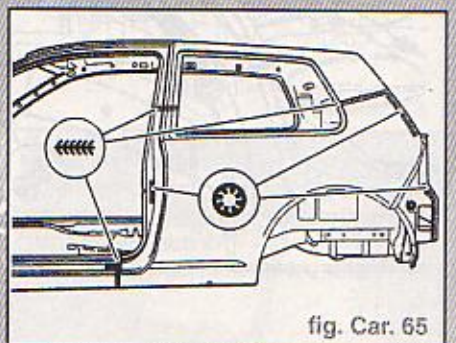

fig. Car. 65
- Effectuer la soudure en bord à bord des zones d'accostage en cordon continu sous gaz de protection (fig. Car. 65)